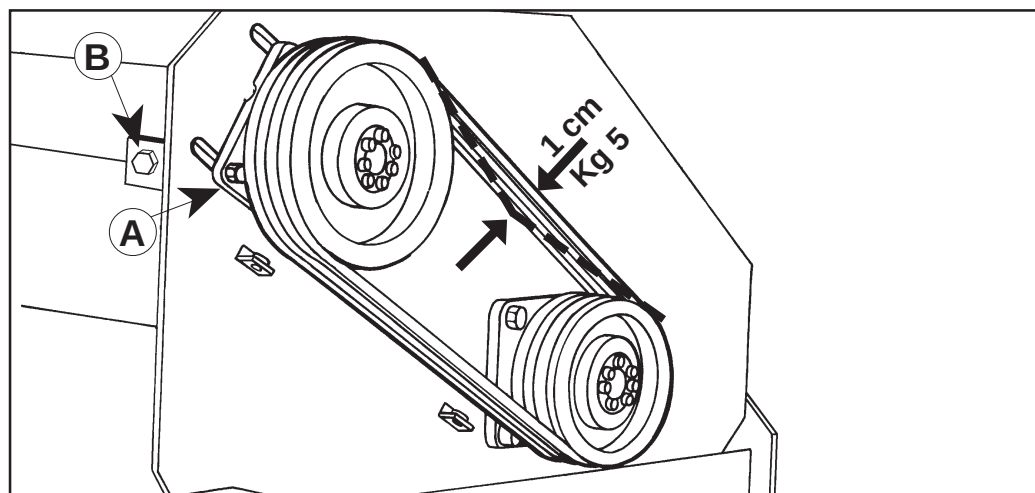
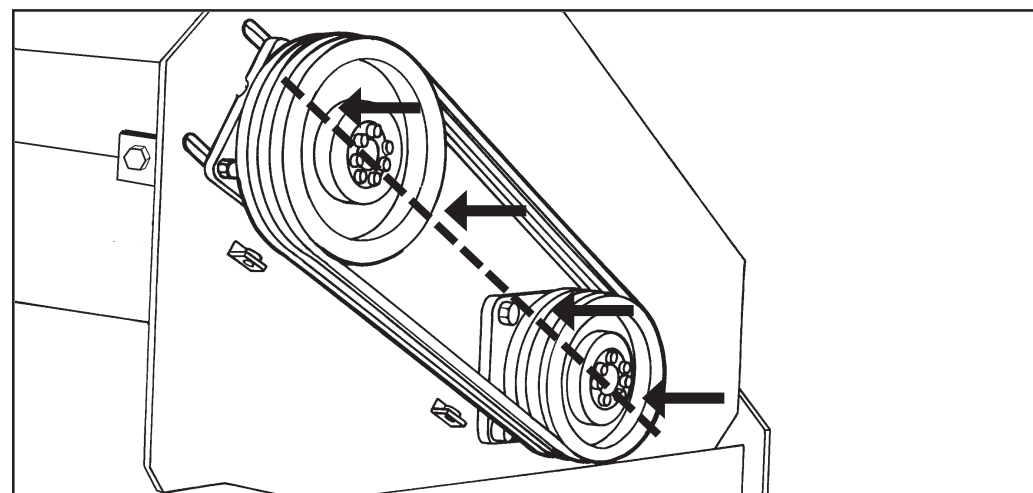

Fig. 18
Fig. 19
- A cinghie tensionate (Fig. 18) controllare l'allineamento delle pulegge (Fig. 19).
- *Check the pulley alignment (Fig. 18) once the belts have been tightened (Fig. 19).*
- Wenn die Riemen richtig gespannt sind (Abb. 18), prüfen, daß die Riemenscheiben gut ausgerichtet sind (Abb. 19).
- *Une fois les courroies tendues (Fig. 18), contrôler l'alignement des poulies (Fig. 19);*
- Con las correas tensas (Fig. 18), controlar la alineación de las poleas (Fig. 19).
- Premendo su ogni singola cinghia con una forza di 5 Kg, lo spostamento della stessa non deve superare un massimo di 1 cm (Fig. 18).
- Allentare le quattro viti che fissano il supporto puleggia superiore (A Fig. 18);
- Con apposita chiave, avvitare la vite di registro (B Fig. 18), fintantochè non si raggiunge la corretta tensione delle cinghie;
- When pressing on each single belt with a 5 Kg force, it should not give for more than 1 cm (Fig. 18).
- Loosen the 4 screws fastening the upper pulley support (A Fig. 18).
- With the appropriate wrench, screw the regulating screw (B Fig. 18) until the correct belt tension is reached.
- Bei Druck auf den Riemen, mit einer Kraft von 5 kg dürfen sich diese nur um höchstens 1 cm verstellen (Abb. 18).
- Die vier Schrauben, die die obere Riemenhalterung befestigen, lockern (A Abb. 18).
- Mit dem dafür vorgesehenen Schlüssel die Einstellschraube (B Abb. 18) festziehen, bis die korrekte Riemen Spannung erreicht wird.
- En appuyant sur chaque courroie, avec une force de 5 Kg, celles-ci ne doivent pas se déplacer de plus de 1 cm au maximum (Fig. 18).
- Desserrer les quatre vis qui fixent le support de la poulie supérieure (A Fig. 18);
- A l'aide d'une clé prévue à cet effet, visser la vis de réglage (B Fig. 18), pour atteindre la tension correcte des courroies;
- Al apretar cada una de las correas, con una fuerza e 5 Kg, el desplazamiento de las mismas no tiene que ser mayor de 1 cm. (Fig. 18).
- Afloje los cuatro tornillos que sujetan el soporte de la polea superior (A Fig. 18).
- Enrosque el tornillo de regulación (B Fig. 18) con la llave correspondiente, hasta alcanzar la correcta tensión de las correas.
Mettendo in tensione le cinghie si raccomanda di fare massima attenzione alle planarità delle puleggie. Premere sulla cinghia, nella zona centrale fra le due pulegge, con una forza di 5 Kg, la forza deve provocare una deformazione sulla singola cinghia di 1 cm (Fig. 18). È consigliabile a tal proposito, munirsi di una riga metallica di lunghezza adeguata, e appoggiandola sui bordi delle due puleggie (vedere linea tratteggiata Fig. 19), la stessa deve toccare tutti e quattro i bordi delle pulegge stesse.
Press on the middle part of the belt between the two pulleys with a 5 Kg force. Each belt should give 1 cm (Fig. 18).
In this respect we recommend placing an adequately long metallic ruler on the edges of the two pulleys (see broken line Fig. 19).
Im mittleren Abschnitt zwischen den beiden Riemenscheiben mit einer Kraft von 5 kg auf den Riemen drücken. Der einzelnen Riemen muß sich um 1 cm eindrücken lassen (Abb. 18).
Es empfiehlt sich daher, einen Metallstab von geeigneter Länge auf die Ränder der beiden Scheiben aufzulegen (siehe Strichlinie Abb. 19), wobei dieser den Umfang der Scheiben an jeweils zwei Punkten berühren muß.
Appuyer sur la courroie, dans la zone centrale entre les deux poulies, en exerçant une force de 5 kg. La force exercée doit provoquer une déformation sur la courroie concernée de 1 cm (Fig. 18). A ce sujet, il est conseillé de se munir d'une règle en métal ayant une longueur appropriée. En la posant sur les bords des deux poulies (voir ligne en pointillé Fig. 19), cette règle doit toucher les quatre bords des poulies.
La fuerza debe provocar una deformación de 1 cm (Fig.18) en cada correa. Para tal fin, es aconsejable utilizar una regla metálica con una longitud adecuada y apoyarla sobre los bordes de las dos poleas (véase línea punteada Fig. 19), la misma tiene que tocar los cuatro bordes de las poleas.